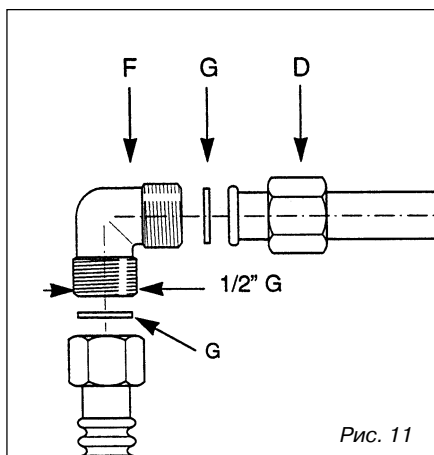

Рис. 11
**Прокладки (G) (рис. 11) призваны обеспечивать герметичность соединения. Рекомендуется их замена даже при минимальной деформации.**